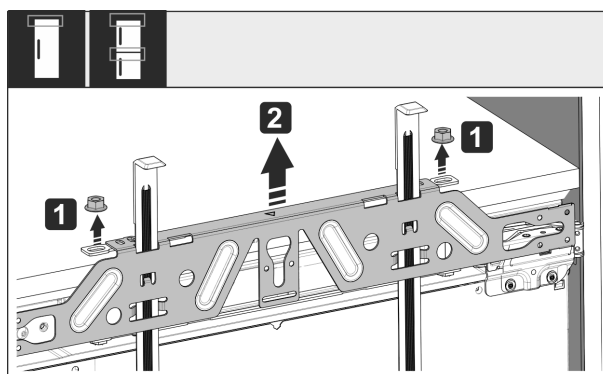

Fig. 58
- ▶ Soltar las contratueras Fig. 58 (1).
- ▶ Quitar el travesaño de fijación Fig. 58 (2).